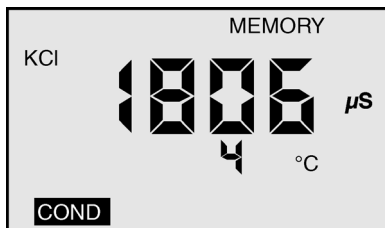

Figure 5
- Das **MEMORY** Symbol erscheint und die Temperaturanzeige wird kurzzeitig von einer Zahl ersetzt (1-100), die den Rang der Aufzeichnung aufzeigt. Figure 5 zeigt einen Messwert von 1806 μS , der in der Speicheraufzeichnung Nummer 4 abgespeichert wurde.